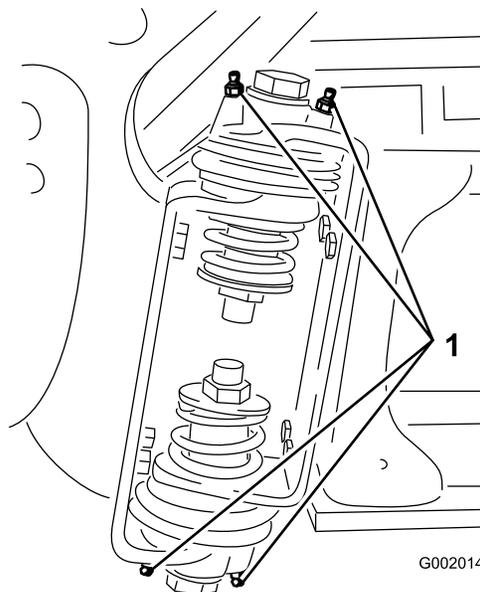

Рисунок 81
2. Закачайте консистентную смазку в подшипник или втулку через каждую масленку Рисунок 81.